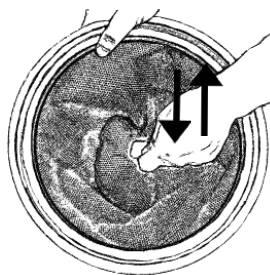

Fig. 23
2. Ta inte ut filtret ur behållaren. Skaka det i stället lätt inuti behållaren så att det damm som filtret innehåller faller ned i behållaren. Detta utförs genom att ta tag i remmen på filtret och snabbt flytta filtret uppåt och neråt, så som visas i Fig. 23.